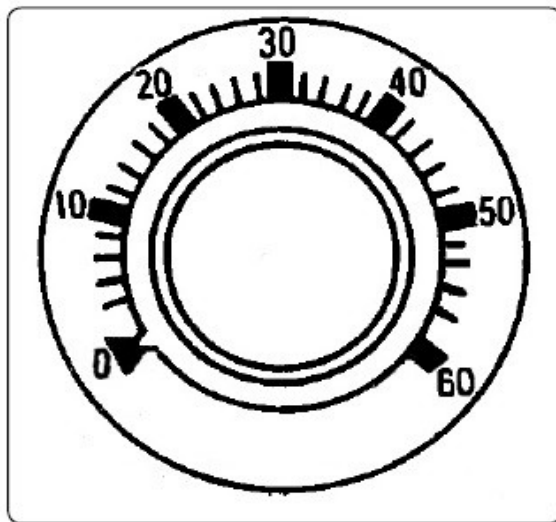

ABB. 5
4.11.2. Beobachten Sie die Markierung der Vorschaltkala wie in Abbildung 5 dargestellt.